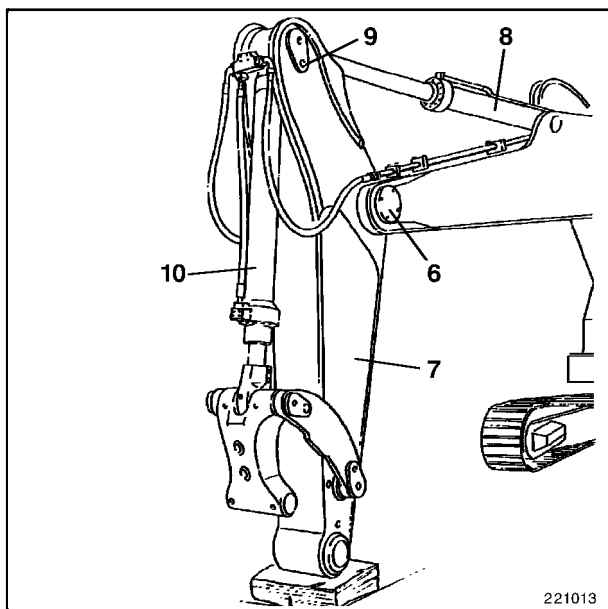

Fig. 5
- Poner la pluma (7, Fig. 5) en la posición de montaje y acoplarla con el pescante por el perno (6). Descender la pluma hasta el suelo y asegurar el perno (6).
- Poner el cilindro de la pluma (8) en la posición de montaje, hacer salir el vástago de émbolo y acoplar el cilindro por el perno (9) con la pluma. Asegurar los pernos.
- Conectar los cilindros de la cuchara (10, Fig. 5) con la instalación hidráulica.